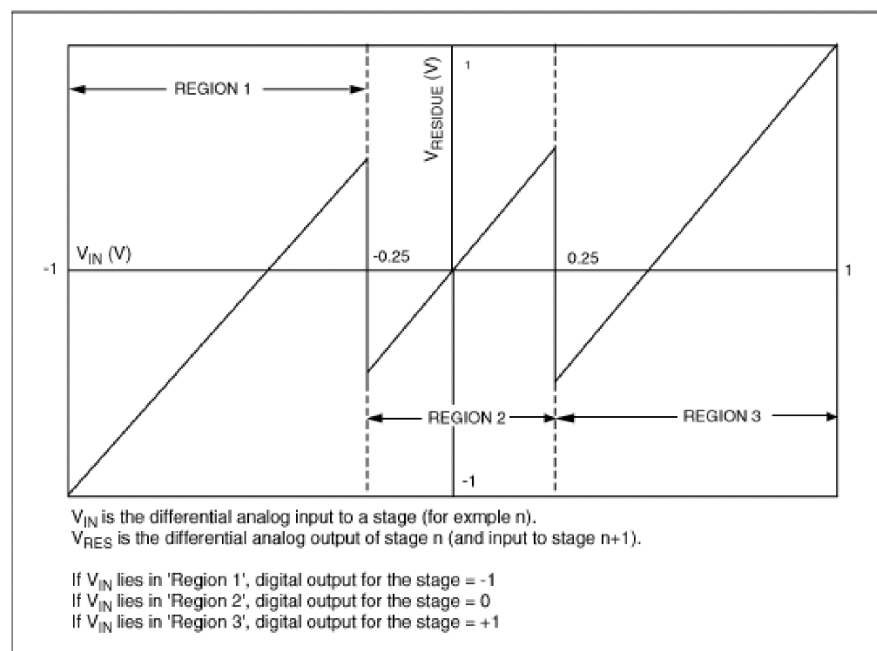

図 4. V_{RESIDUE} と V_{IN} の伝達特性
1.5ビット／ステージのフラッシュ型ADC（2個のコンパレータ）では、アナログ入力とコンパレータの閾値を比較します。図4の例の場合、閾値は-0.25Vと0.25Vです。このフラッシュ型ADCは、アナログ入力が含まれている領域に対応するデジタル・データを出力します。1.5ビットというのは、 V_{RESIDUE} と V_{IN} の伝達特性に3つの領域があるということを表しています。この伝達特性については、1ビットのADCには2つの領域（1／ハイまたは0／ロー）があり、2ビットのADCには4つの領域（00、01、10、11）があるということになります。